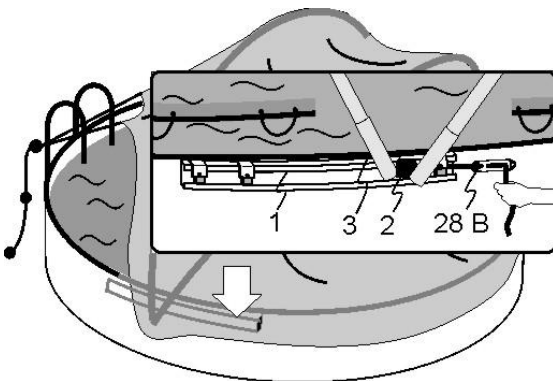

Abb. 10.3
- Das Zugseil an die Einstiegsleiter anhängen. Cabrio Dome entlang des „C“ Profils (1) schieben und das Seil (4) im Schieber (2) in den Spanner (28/B) einklemmen. (Abb. 10.3)